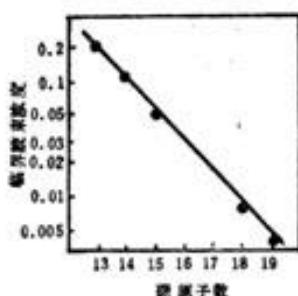

图 4-19 直链烷基磺酸钠临界胶束浓度与碳原子数的关系
1、临界胶束浓度。碳原子数增加，CMC 值下降。（图 4-19）